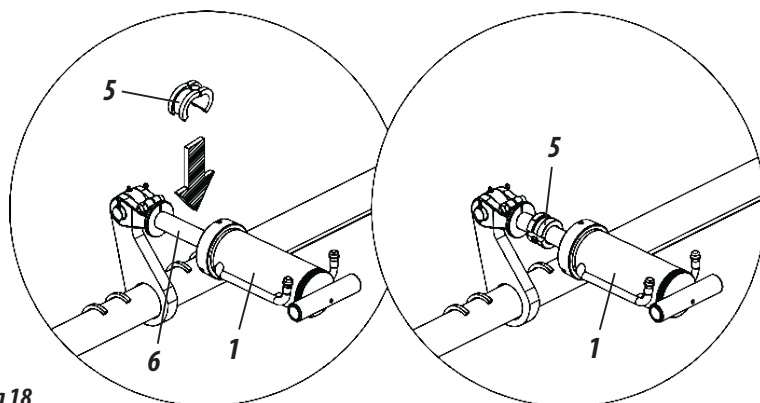

Figura 18
- 4- Em seguida, antes de abaixar o cilindro hidráulico (1), coloque os anéis limitadores (5) nas hastes (6) dos cilindros, isso evitará que o peso suspenso das linhas fique maior, **conforme mostra a figura 18.**
- 5- Para regular os novos espaçamentos, solte os parafusos (1), liberan-